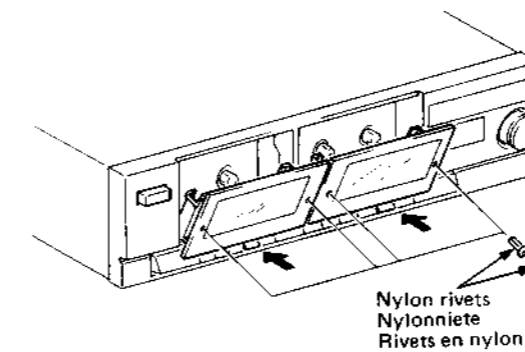

Fig. 1 Abb. 1
- Cassette Lid (Fig. 1)**
- Cassettenschachtdeckel (Abb. 1)**
- Trappe à cassettes (Fig. 1)**